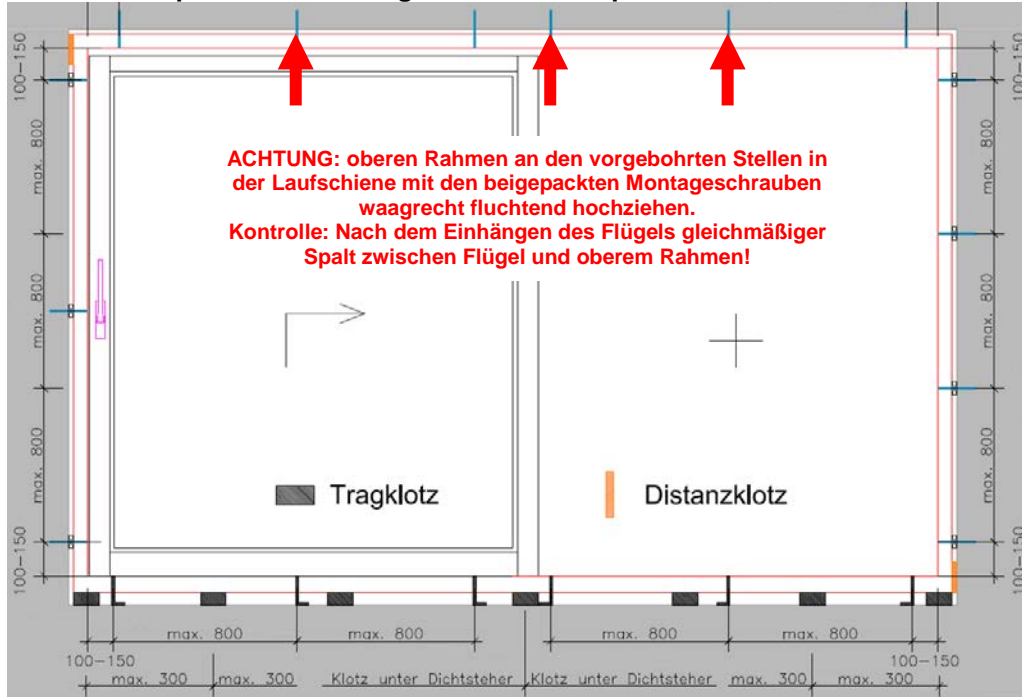

Abb. 1: Anordnung der Trag- und Distanzklötze, sowie der Befestigung.
1. Vor Montage des Elementes müssen Tragklötze im Abstand von max. 300 mm gemäß Abb.1 vorbereitet werden. Achtung: diese Tragklötze müssen ca. 16cm tief sein, und über die ganze Elementbreite und -tiefe einnivelliert und befestigt werden. Sie dienen zur Lastabtragung und zur Verhinderung einer Durchbiegung.
5. Senkrecht an der Fixteilseite und an der Anschlagseite ist jeweils ein Distanzklötz unten bzw. oben einzusetzen (immer diagonal); siehe Abb. 1.
Bei Stahlbeton und Ziegelmauerwerk kommen **Turboschrauben**  $\varnothing \geq 7,5$  mm bzw. bei Holzwandaufbauten **Spaxschrauben**  $\varnothing \geq 6,0 \times 100$  mm (Teilgewinde) im Abstand von der Rahmeninnenecke 100 mm-150 mm zum Einsatz. Der **max. Abstand untereinander** soll **700 mm** nicht übersteigen; siehe Abb. 1. Die Einschraubtiefe der Schrauben am Baukörper sollte mind. 70 mm betragen.